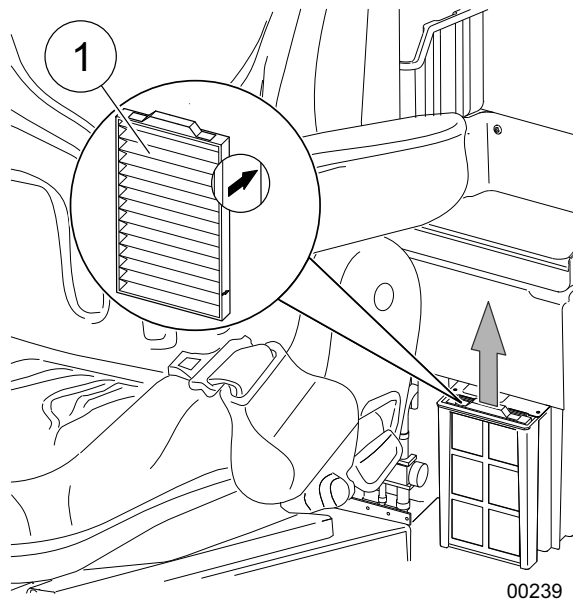

Fig. 39 Filtro de recirculação de ar
1	Utilize a alavanca para puxar o elemento do filtro (1) na Fig. 39 para fora do cartucho do filtro.